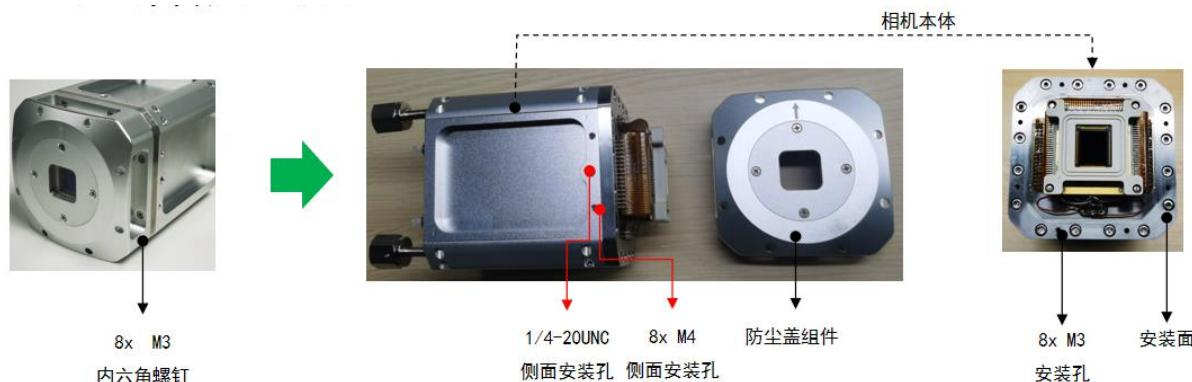

图 4-3 XV95 相机安装以及固定孔示意图
(2) 根据实际使用需求, 取下可拆卸保护窗或者保护壳体, 如图 4-3 所示, 拆掉保护盖上的一圈 8 颗 M3 的内六角螺钉, 露出相机的安装面 (进行此步骤操作后相机 Sensor 将暴露在环境中, 有污染或者损坏的风险, 请务必在洁净间操作\*)。
(3) 将相机放入真空腔体固定。如图 4-3 所示, 可通过安装面上的 8 颗 M3 螺纹孔可用来固定相机; 或者利用相机侧面预留的 8 个 M4 螺纹孔或 4 个 1/4-20UNC 螺纹孔固定相机。